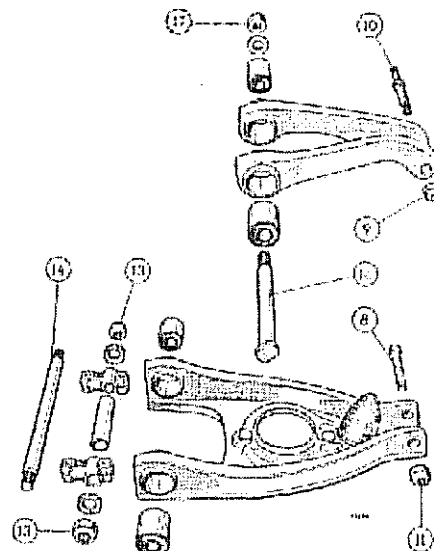

Fig. 266
Quitar el semitren delantero y desprender el brazo superior de suspensión del soporte de punta de eje, quitando el eje de articulación (10, Fig. 266).
BRAZO SUPERIOR E INFERIOR DE SUSPENSION: El despiece de los brazos de suspensión (Fig. 266), muestra los componentes de los mismos. Los ejes de articulación 8, 10 y 16 ya han sido extraídos al desmontar el semitren delantero del vehículo, por lo tanto sólo resta desmontar el eje de articulación (14) del brazo inferior de suspensión. Para ello, colocar en una morsa una de las tuercas (13) del eje de articulación (14) y sacar la tuerca del lado opuesto. Esto permitirá sacar el eje, las arandelas de tope de los bujes elásticos, el separador central y los soportes de sujeción del eje de articulación.
- 1) Verificar el estado de los ejes de articulación (8 - 10 - 14 y 16, Fig. 266). Si se encuentra algún eje con la superficie desgastada, reemplazarlo por uno nuevo.